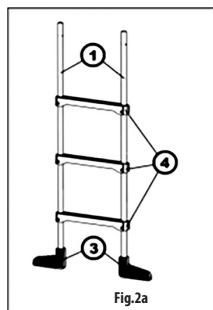
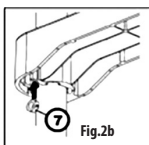
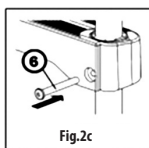

Fig.2a
Fig.2b
Fig.2c
Introduisez toutes les marches en plastique (4) sur les deux paires de tubes (Fig. 2a) tout en respectant la même orientation de toutes les marches. Déplacez les marches sur les tubes de façon à ce que les trous pour les vis correspondent aux trous percés dans les tubes. Introduisez dans la rainure en bas l'écrou (7) (Fig. 2b) et vissez la marche (6) (Fig. 2c).
Tryck fästsamtliga plaststeg (4) mot de båda ben (Fig. 2a). Se till att alla steg är riktade åt rätt håll. Flytta steg så att skruvhålen passar in med hålen på ben. Sätt muttern (7) i spår (Fig. 2b) underifrån på stegen och skruv ihop steg med skruvar (6) (fig. 2c).